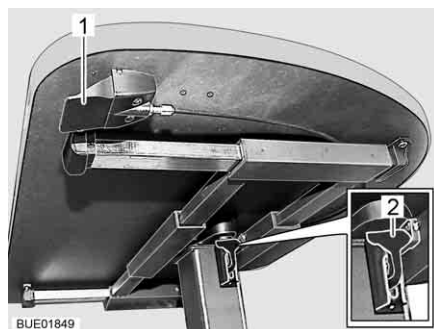

Fig. 62 Tavolo rialzabile con tasto di sblocco
- Tirare o spingere la leva di serraggio (Fig. 62,2) verso il basso.
- Premere verso l'alto la leva di serraggio (Fig. 62,2).
- Premere e tenere premuto il tasto di sblocco (Fig. 62,1). Il piano del tavolo va automaticamente verso l'alto fino al fine corsa.
- Rilasciare il tasto di sblocco (Fig. 62,1). Il piano del tavolo rimane nella posizione selezionata.
- Premere e tenere premuto il tasto di sblocco (Fig. 62,1).
- Rilasciare il tasto di sblocco (Fig. 62,1). Il piano del tavolo rimane nella posizione più bassa.